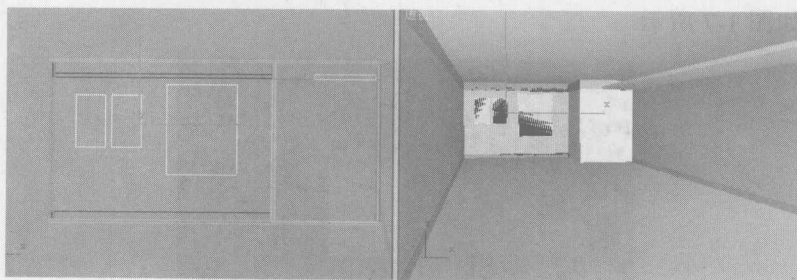

图 1-11 壁画造型和窗帘模型
(12) 使用长方体制作出前墙上的壁画造型和窗帘模型，如图 1-11 所示。壁画和窗帘需要通过材质来表现出它们的纹理。